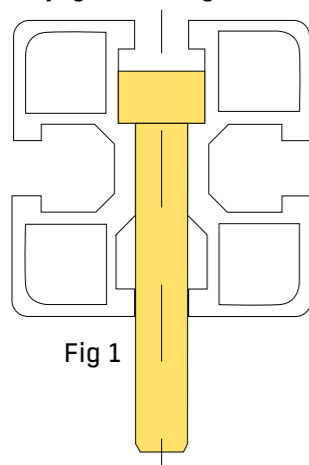

Fig 1
- Taraudage dans l'âme du profilé (Fig1).